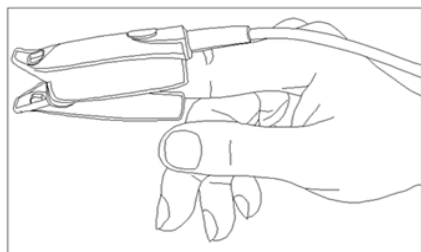

Figura 1 Sonda con clip da dito
2. Per la sonda SpO₂ con clip da dito per adulti, inserire un dito (è preferibile il dito indice, ma il medio o l'anulare con una lunghezza adeguata dell'unghia vanno bene) nella sonda secondo il simbolo sulla clip della sonda, come mostrato nella figura 1.